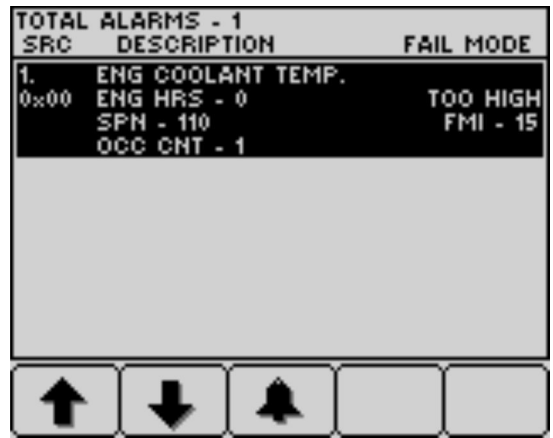

图 38
3. 按按钮 1-5 可查看故障列表 图 38。
4. 按按钮 15 可查看故障列表请参阅 发动机提醒信息 \(页码 28\) 中的 图 38。